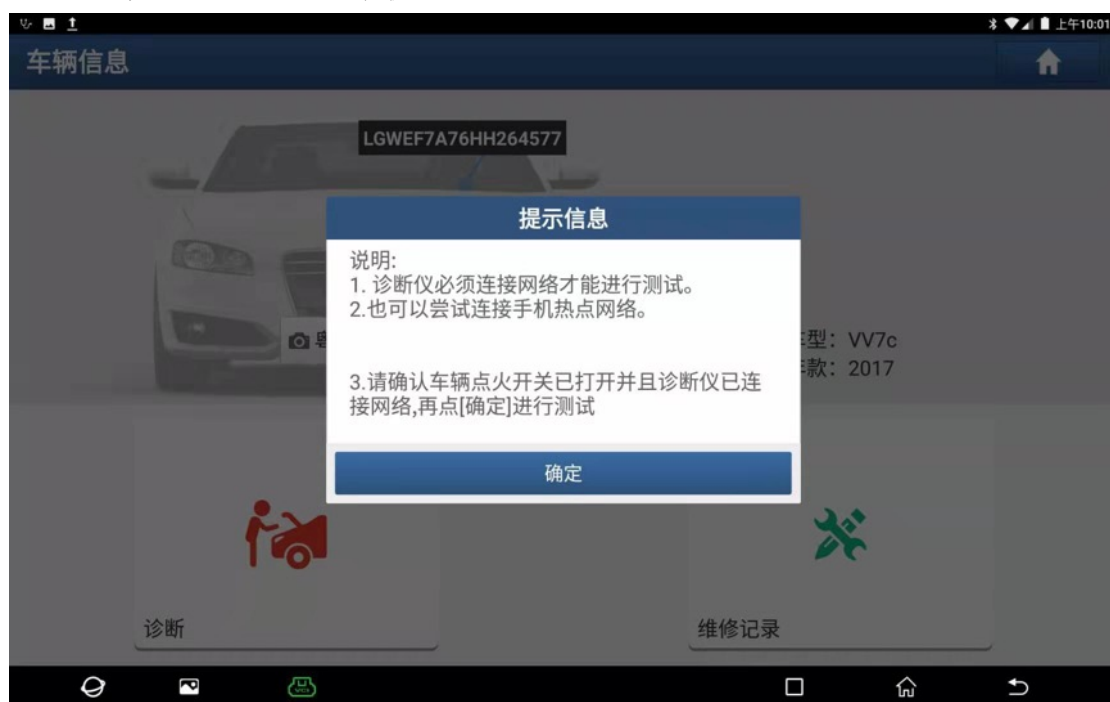

图 3
3). 确认点火开关打开，诊断仪已连接网络，点“确定”，如图 3: